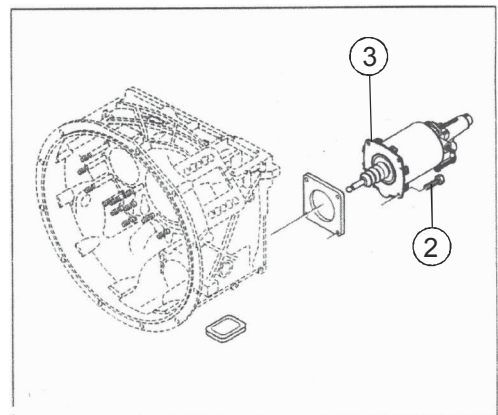

Рис. 146
- Вывернуть четыре болта М8 (2) (см. Рис. 146) крепления ПГУ и снять его (цилиндр привода выключения сцепления) (3).